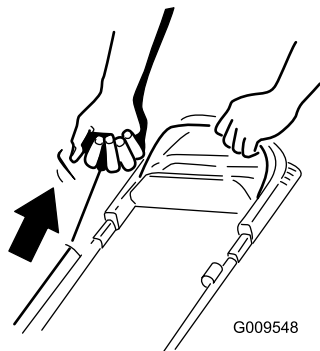

Figuur 14
1. Druk de bedieningsstang van het maimes tegen de handgreep en houd deze positie vast (Figuur 14).